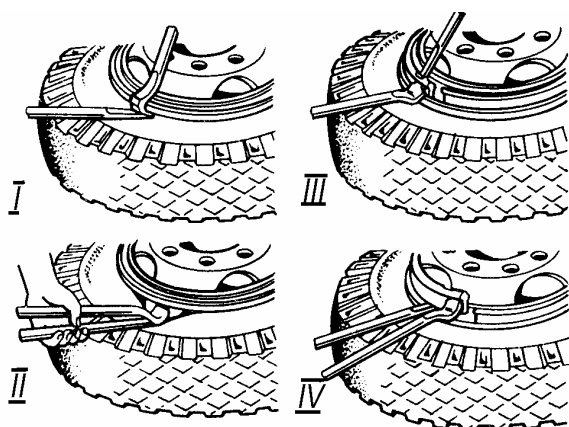

Рис. 31. Разборка колеса:
- в образовавшийся зазор вставить вильчатый конец другой лопатки так, чтобы пятка ее опиралась на прямую лопатку и одновременно отжать их вниз (рис. 31, I; II);
- вставить конец прямой лопатки в прорезь на замочном кольце и, отжимая ею кольцо из канавки, одновременно, вставив конец изогнутой лопатки под буртик замочного кольца и упираясь ею о бортовое кольцо приподнять кольцо вверх (рис. 31, III).
- поддерживая кольцо прямой лопаткой, извлекать кольцо изогнутой монтажной лопаткой до тех пор, пока оно полностью не выйдет из канавки (рис. 31, IV).